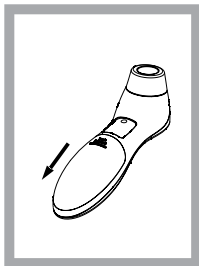

Figura 9
2. Tire a cobertura do compartimento das pilhas, deslizando-a para baixo, como mostrado na figura 9.